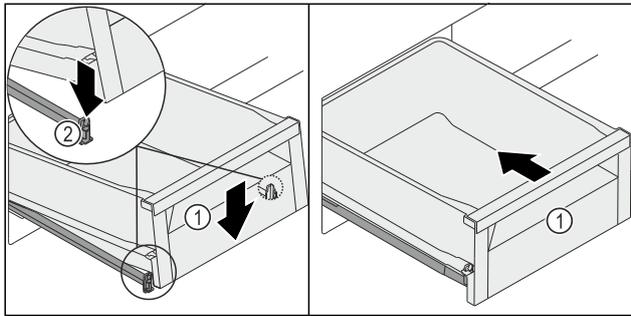

Fig. 127
- ▶ Abaisser l'avant du tiroir Fig. 127 (1) de manière à insérer le tiroir dans les languettes Fig. 127 (2) à gauche et à droite.
- ▶ Vous entendrez le tiroir Fig. 127 (1) s'enclencher.
- ▶ Pousser le tiroir Fig. 127 (1).